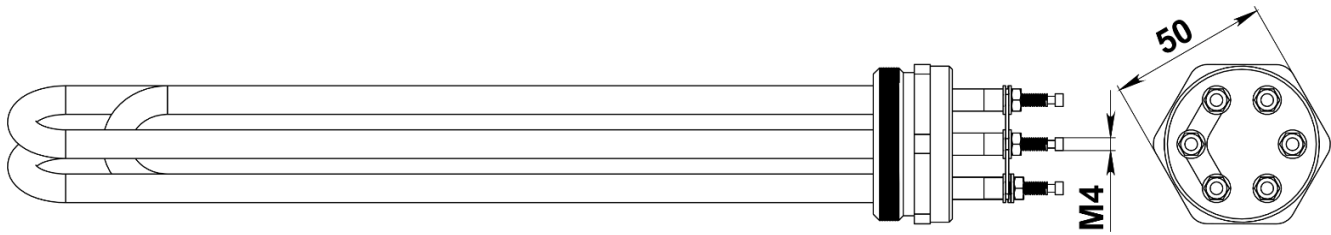

**Рис. 2 Устройство водонагревателя**
Внутренний корпус электроводонагревателя представляет собой стальной резервуар, обернутый теплоизоляционным материалом, с подающим и обратным патрубками (Рис.2 поз. 4,5), предназначенными для присоединения котла к системе отопления.
Сверху к резервуару приварены муфты, куда на резьбе вкручены два блока трубчатых электронагревателей (ТЭНы) (Рис.2 поз. 3). Блок ТЭНов (Рис. 3) предназначены для нагревания теплоносителя в системе отопления. ТЭНБ представляет собой фланец с наружной резьбой, в который
Снаружи корпус котла закрыт декоративным кожухом (Рис. 2 поз. 1). В верхней части внутреннего корпуса котла находится биметаллический термоограничитель (Рис. 2 поз. 13), который отключает нагрев и предотвращает закипание теплоносителя при аварийных ситуациях, связанных с отказом терморегулятора и настроен на температуру 95°С. При остывании термоограничитель возвращается в рабочее положение.
В верхней части электроводонагревателя на панели котла смонтирован блок управления. В нем установлены клавишные выключатели (Рис.2 поз. 8), электромагнитные реле (Рис.2 поз. 7), капиллярный термометр (Рис.2 поз. 10) и терморегулятор (Рис.2 поз. 9), управляющий работой котла.
Отсек монтажной колодки расположен сбоку в нижней части котла. В данном отсеке производится подключение электроводонагревателя к питающей сети. Для подключения к сети не нужно разбирать корпус котла, достаточно снять лючок отсека подключений (Рис. 2 поз. 12).
При включении первого клавишного выключателя (Рис. 2 поз.8) в положение «ВКЛ» подается питание на электромагнитное реле - подключается первая ступень мощности блока ТЭНов (Рис. 2 поз. 3).
В дополнительной колодке предусмотрено подключение циркуляционного насоса (Рис.2 поз. 14). Насос может работать в двух режимах:
- Снять лючок отсека подключений (Рис.2 поз. 12), предварительно выкрутив винты крепления;